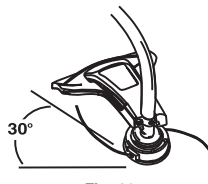

Fig. 11
Tournez entièrement l'appareil de manière à ce que l'accessoire de coupe soit à un angle de 30° par rapport au sol (Fig. 11).
7. Remettez le couvercle du filtre à air en place. Insérer les crochets sur le boîtier du filtre à air en fonction des encoches de son couvercle (Fig. 11).
8. Basculer le couvercle du filtre à air vers la droite et aligner la vis du couvercle avec le trou de la vis (Fig. 11). Serrez la vis du couvercle, de manière à immobiliser le couvercle du filtre à air.